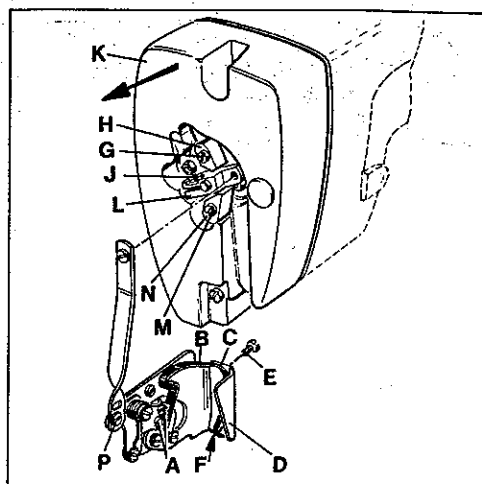
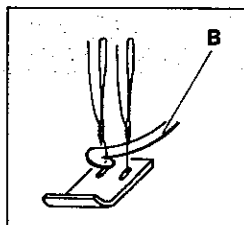
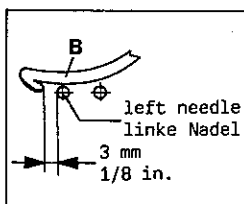

Fig. 58
Fig. 60
Fig. 61
When the hook (B, Fig. 60) returns from left to right it must catch the needle threads and draw them to leaf spring (C, Fig. 58) for clamping.
For adjustment loosen screws (A, Fig. 58), set as required and retighten screws.
6.2 The wiper hook (B, Fig. 58) and leaf spring (C) for clamping the needle threads should be approximately flush at point (F) when the hook (B) is in its right end position.
After loosening screw (E, Fig. 58) set the lower end of leaf spring flush to the lower edge of bracket (D) at point (F). Retighten screw (E).
For adjustment of hook (B, Fig. 58) loosen screw (G) and screw (J) and turn lever (L) until the end of hook (B) and the lower end of leaf spring (C) are flush. Retighten screw (J).
Set stop (H, Fig. 58) so that lever (L) strikes against it just before the stop in the rotary solenoid of the wiper is effective. Retighten screw (G).
Stop (N, Fig. 58) limits the motion of the wiper hook to the left. Loosen screw (M) and set the stop (N) so that lever (L) strikes against it when the wiper hook (B, Fig. 61) is 3 mm (1/8 in.) left of the left needle. Retighten screw (M, Fig. 58).
HINT: For disassembling head cover (K, Fig. 58) remove screw (P) and the two head cover fastening screws. Draw-off head cover horizontally to the left to avoid damaging of plug and receptacle.
Wenn der Haken (B, Fig. 60) von links nach rechts zurück schwenkt muß er die Nadelfäden mitnehmen und zum Festklemmen zur Blattfeder (C, Fig. 58) ziehen.
Zur Einstellung lösen Sie die Schrauben (A, Fig. 58), stellen entsprechend ein und ziehen die Schrauben wieder an.
6.2 Der Haken für Fadenzieher (B, Fig. 58) und die Blattfeder (C) zum Klemmen der Nadelfäden müssen in der rechten Endstellung des Hakens (B) im Punkt (F) in etwa bündig sein.
Stellen Sie nach Lösen der Schraube (E, Fig. 58) das untere Ende der Blattfeder (C) bündig zur unteren Kante des Halters (D) bei Punkt (F). Ziehen Sie die Schraube (E) wieder an.
Zur Einstellung des Hakens (B, Fig. 58) lösen Sie die Schraube (G) und die Schraube (J) und drehen den Hebel (L) bis das Ende des Hakens (B) und das untere Ende der Blattfeder (C) bündig sind. Ziehen Sie die Schraube (J) wieder an.
Stellen Sie den Anschlag (H, Fig. 58) so, daß der Hebel (L) an ihm anschlägt kurz bevor der Anschlag im Drehmagneten des Fadenziehers wirksam wird. Ziehen Sie die Schraube (G) wieder an.
Der Anschlag (N, Fig. 58) begrenzt den Weg des Hakens für Fadenzieher nach links. Lösen Sie die Schraube (M) und stellen Sie den Anschlag (N) so, daß der Hebel (L) an ihm anschlägt, wenn der Haken für Fadenzieher (B, Fig. 61) 3 mm links der linken Nadel steht. Ziehen Sie die Schraube (M, Fig. 58) wieder an.
HINWEIS: Entfernen Sie zum Abnehmen des Kopfdeckels (K, Fig. 58) die Schraube (P) und die beiden Kopfdeckel-Befestigungsschrauben. Ziehen Sie den Kopfdeckel horizontal nach links ab, damit Stecker und Steckbuchse nicht beschädigt wird.